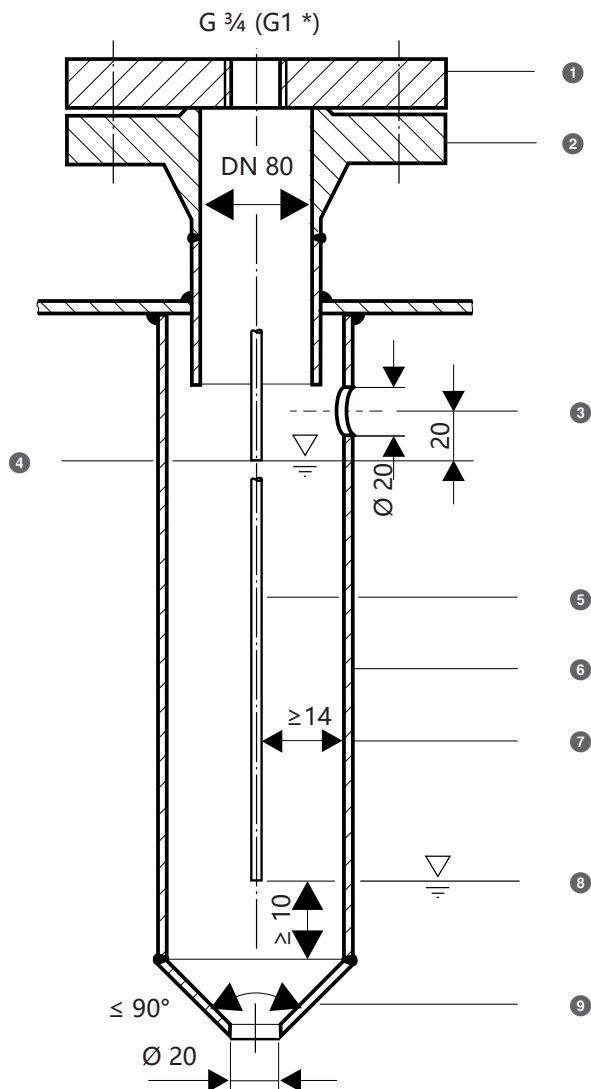
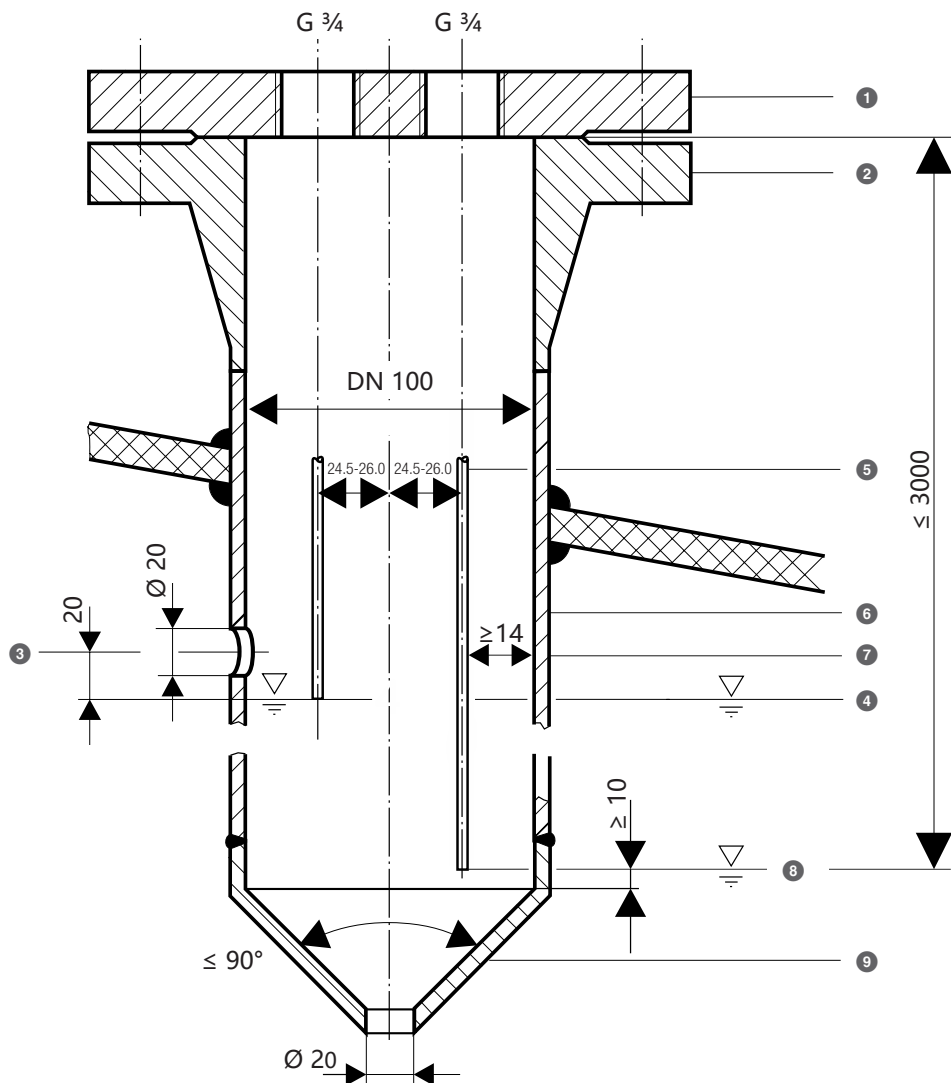
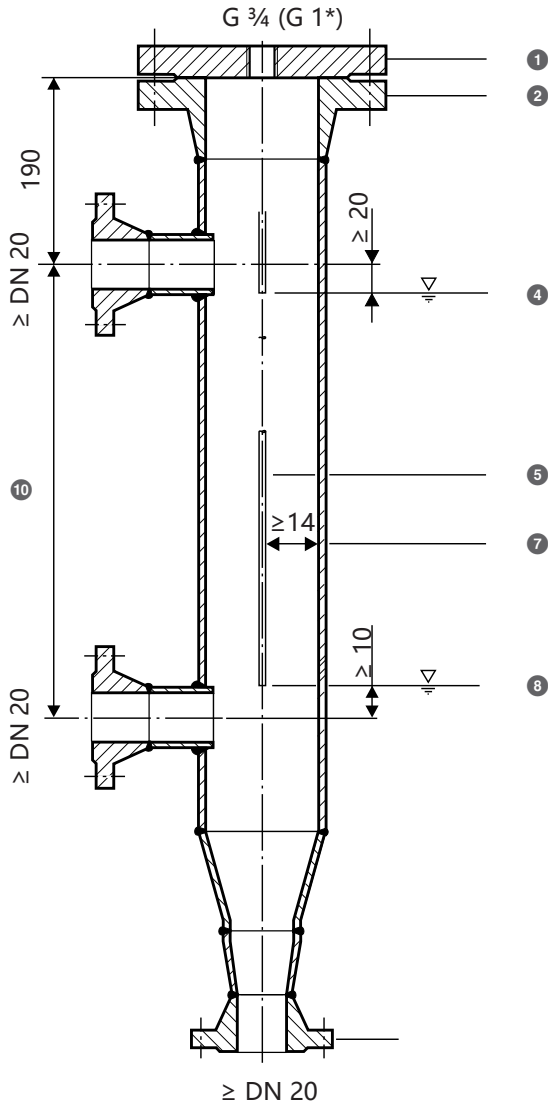

图 17
图 18
图 19
- 安装液位电极时注意最小距离尺寸，参见安装示例图 17 至图 19。
带尺寸要求的安装示例，参见 图 17，页码 33
带尺寸要求的安装示例，参见 图 18，页码 34
图例 图 17 至 图 19
- ① 图 17: 法兰 (PN 40、63、160、320) DIN EN 1029-01
- 图 18: 法兰 (PN 40、63、160) DIN EN 1029-01
- 图 19: 法兰 (PN 40、63、60、320) DIN EN 1029-01
- ② 管接头
- ③ 平衡孔 (定位时尽量靠近锅炉壁!)
- ④ 高水位 (HL)
- ⑤ 电极棒, $d = 8 \text{ mm}$
- ⑥ 图 17 (单个电极): 保护管 DN 80
- 图 18 (两个电极): 保护管 DN 100
- ⑦ 电极间距 $\geq 14 \text{ mm}$ (空气间隙和爬电距离)
- ⑧ 低水位 (LL)
- ⑨ 图 17 (单个电极): 异径管 DIN 2616-2
- 图 18 (两个电极): 异径管 DIN 2616-2
- ⑩ 图 19: 管接头的中心距